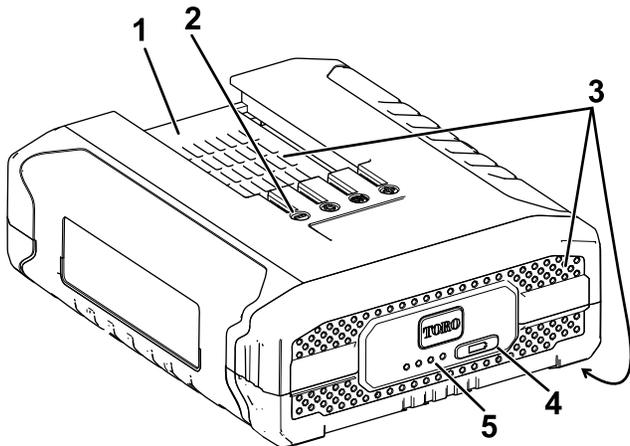

Figura 10
2. Alinee el hueco de la batería (Figura 10) con la lengüeta del cargador.